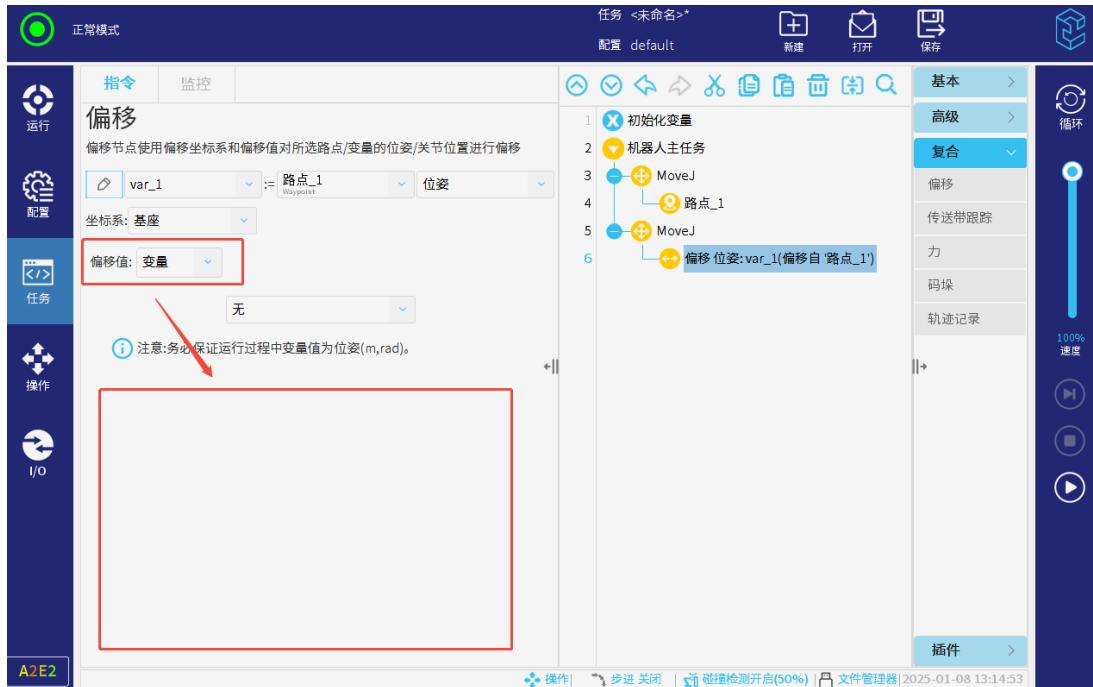

图 3-123: 偏移值为任务变量时的数据展示
- 同样，若偏移值为任务变量，任务未运行时数据未被赋值，而运行时变量时而发生变化，故偏移值为任务变量时，偏移前后的数据也不展示，如图 3-123 所示。
- 由于工具坐标系对应机器人末端的实时位姿，其数据会跟随机器人的运行状态而发生变化，因此工具坐标系运行时，偏移前后的数据的数同样不展示，如图 3-123 所示。